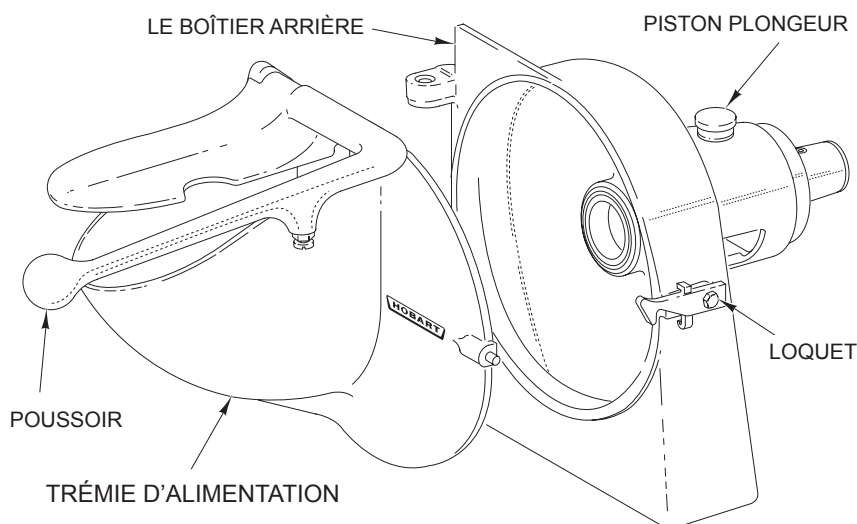
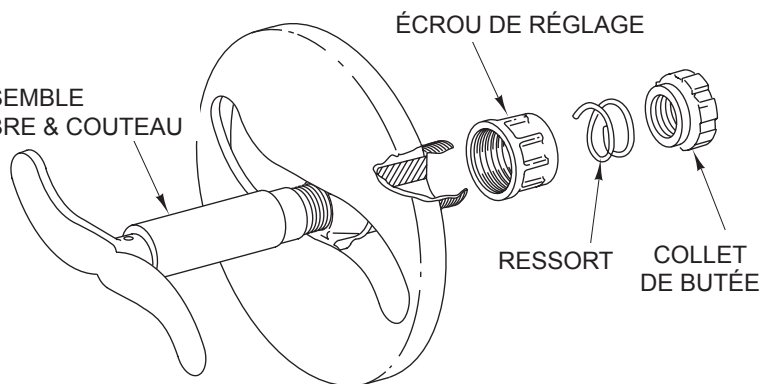

Fig. 1
Fig. 2
Le boîtier arrière (Fig. 1) s'installe dans la prise conique des accessoires d'un mélangeur, d'un hachoir, d'un coupe-aliments ou d'un dispositif d'entraînement et est retenu par la vis à serrage à main de ces appareils.
La porte de série est constituée de la trémie avant et du pousoir d'alimentation (Fig. 1). Elle pivote sur les charnières du boîtier arrière et est retenue par un loquet (Fig. 1). Pour retirer la porte, soulevez le loquet, faites-la pivoter pour l'ouvrir, et sortez-la par les trous des charnières. Le pousoir est retenu à la porte par un gros goujon. Pour le retirer, tirez sur l'anneau du goujon.
Ouvrez la porte, soulevez le piston (Fig. 1) et glissez le disque éminceur réglable (Fig. 2) en position de fonctionnement. L'épaisseur des tranches peut être réglée de $\frac{1}{16}$ po (1,6 mm) à $\frac{5}{8}$ po (15,8 mm) en tournant l'écrou de réglage (Fig. 2) sans retirer l'ensemble de sa position. La bonne accessibilité de ce réglage rend possible la variation de l'épaisseur des tranches pour répondre aux préférences de l'utilisateur.
4. Choisissez un outil à utiliser (p. ex. le porte-disque éminceur réglable). Soulevez le piston plongeur (Fig. 1) et insérez l'ensemble de rotation dans le manchon d'entraînement. Laissez retomber le piston.
3. Soulevez le piston (Fig. 1) et retirez l'ensemble de coupe rotatif.
5. Tous les composants (boîtier, trémie, ensemble rotatif) peuvent être plongés dans l'eau chaude savonneuse pour être lavés. Rincez-les à l'eau chaude limpide et faites-les sécher immédiatement. Il est important que les jus soient nettoyés du tranche-légumes avant qu'ils ne puissent y sécher. Lorsque vous utilisez le disque éminceur réglable, assurez-vous de le nettoyer souvent pour que l'épaisseur se règle facilement. Après le nettoyage, versez une goutte d'huile minérale sur les filets de réglage. Occasionnellement, démontez l'ensemble du disque effileur réglable et procédez à un nettoyage approfondi. Pour ce faire, il est nécessaire de dévisser l'écrou de réglage moleté (Fig. 2) doté d'un filetage à gauche. Le ressort (Fig. 2) devient ainsi libre pour le retirer. Retirez l'ensemble arbre et couteau (Fig. 2). Dévissez l'écrou de réglage (Fig. 2) du disque.
AVIS Pour prévenir des dommages après le nettoyage, le collet de butée (Fig. 2) doit être serré jusqu'à ce qu'il s'appuie sur l'épaulement de l'arbre (Fig. 2). Un mauvais remontage peut provoquer des dommages aux lames, à l'arbre et au disque éminceur.